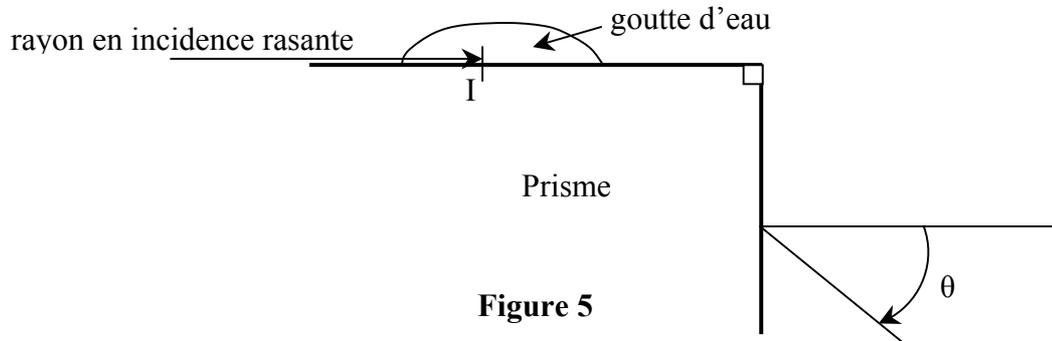

Figure 5
- 6.4 On cherche à mesurer l'indice de réfraction de l'eau par le principe du réfractomètre de Pulfrich. On dépose une goutte d'eau sur la face supérieure d'un prisme d'angle au sommet 90° . On éclaire cette goutte d'eau en lumière monochromatique en prenant bien soin qu'elle soit aussi éclairée en incidence rasante. À l'aide d'un oculaire, on observe derrière l'autre face du prisme. Se reporter à la figure 5 ci-dessous. L'indice de réfraction du verre constituant le prisme est $N = 1,625$. Dessiner la marche du rayon lumineux rasant se réfractant en I.
- 6.5 On est capable de mesurer l'angle θ du rayon émergent correspondant au rayon d'incidence rasante (voir figure 5). Exprimer θ en fonction de n et de N . Calculer numériquement θ .